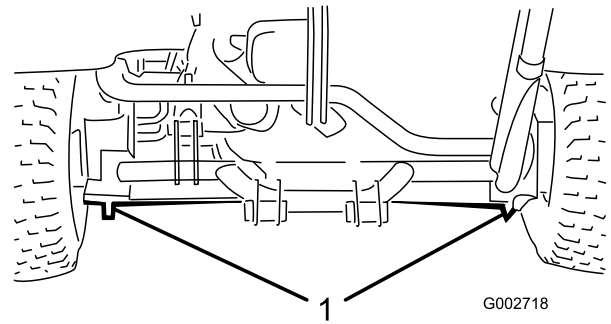

Figura 21
- En el lado izquierdo o derecho, debajo del motor de la rueda trasera o del bastidor (**Figura 21**).